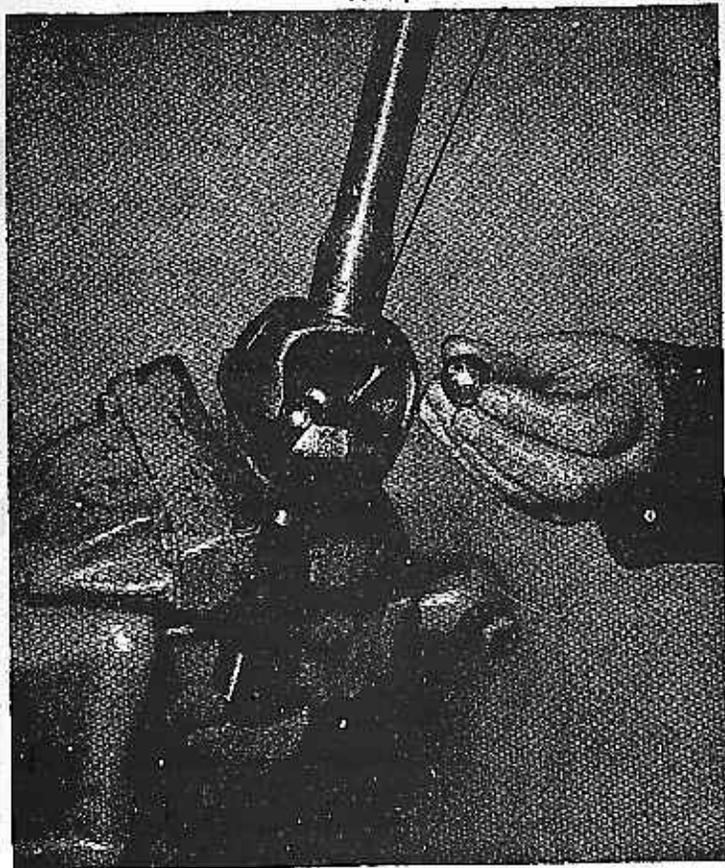

FIGURE 38. — Demi-arbre avant (joint de cardan type BENDIX)
On utilise pour le pont avant deux types de joint de cardan de demi-arbres que montrent les figures 38, 42 et 44. La façon de les démonter fait l'objet des points 1), 2) et 3) ci-dessous.
1) Joint de cardan BENDIX (fig. 38 et 39).